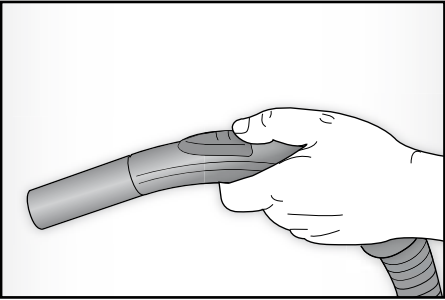

Fig. 4
La valvola dell'aria secondaria (O) si trova sull'impugnatura e viene utilizzata per regolare la forza d'aspirazione (FIG. 4).